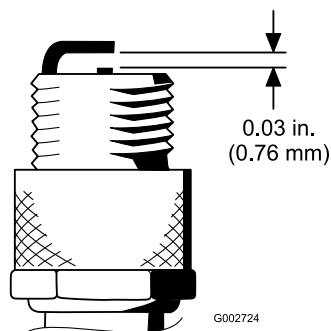

Рисунок 29
4. Установите между центральным и боковым электродами зазор 0,76 мм; см. Рисунок 29. Установите свечу зажигания с отрегулированным зазором и уплотнительную прокладку, затяните свечу с моментом 23 Н·м. Если динамометрический ключ не используется, надежно затяните свечу.